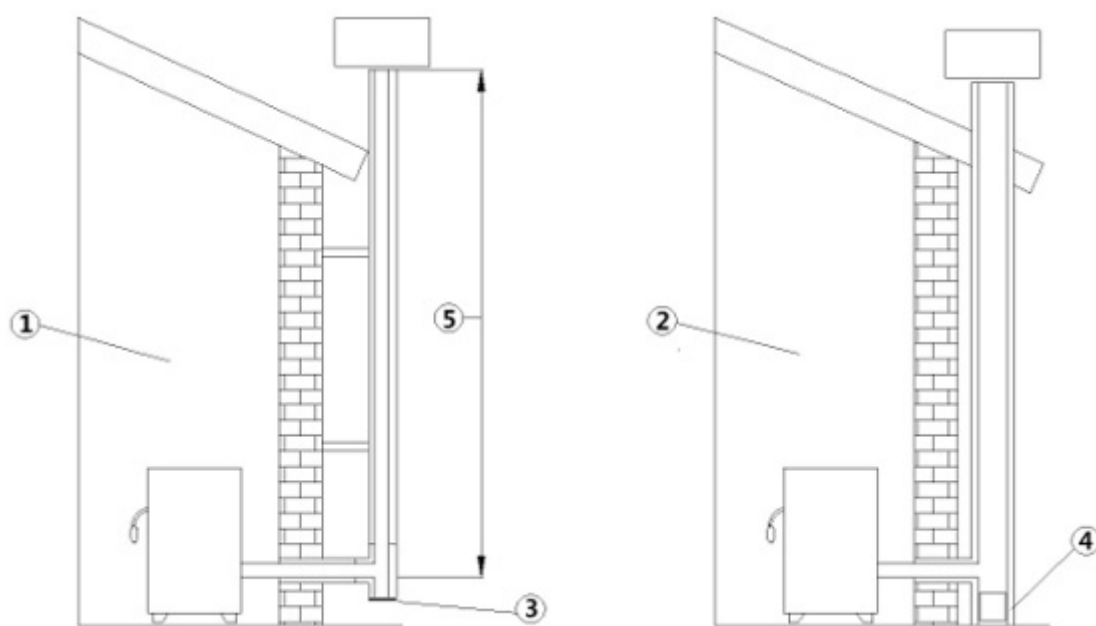

Fig. 2 - Aftrækskanaler
| TEGNFORKLARING | Fig. 2 |
- Aftrækskanalen skal være enkelt (se **Fig. 2**) med isolerede rør i rustfrit stål (1) eller på eksisterende aftrækskanal (2).
- Begge løsninger skal have en inspektionsprop (3) og/eller -lem (4).